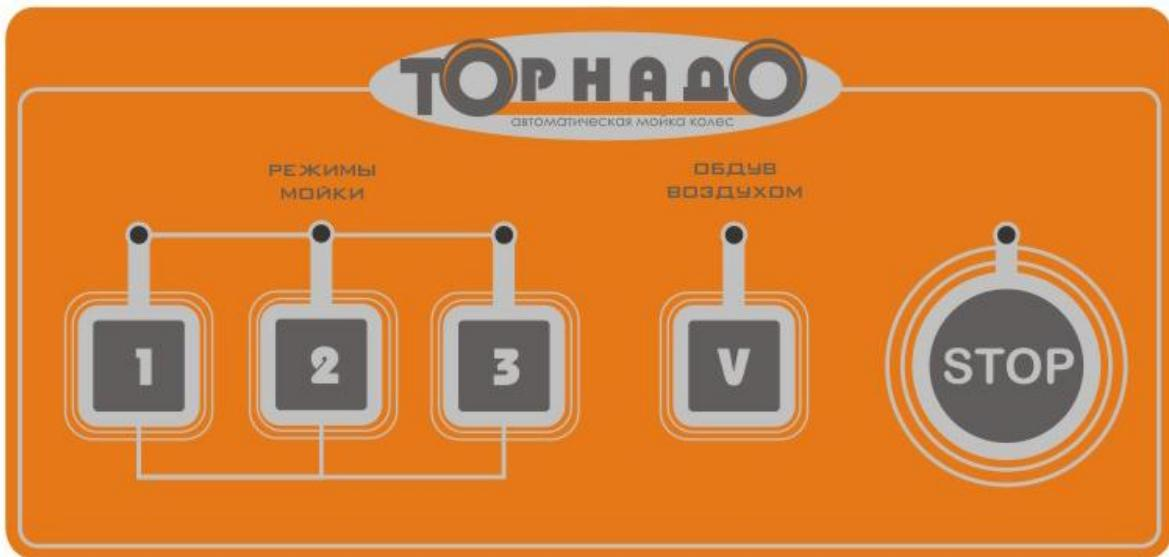

Рис. 5. Панель пленочная.
4.4. Наполнить ванну водой не ниже и не выше 3см отметки красного указателя, который расположен внизу моечного отделения между валами рис. 5
4.10. Снять крышку с электротехнического отделения (рис.5), потянув ее вверх и на себя, и визуально проверить работу стендса, нажав на одну из кнопок программ мойки, расположенных на кнопочной (пленочной) панели управления. **Вал электродвигателя привода колеса должен вращаться против часовой стрелки со стороны привода.** Работу насоса слышно по шуму воды внутри моечного отделения. По окончании программы мойки, привод колеса продолжает вращаться и срабатывает электромагнитный клапан подачи воздуха, обдув происходит в течение 30 с. После этого привод колеса отключается.